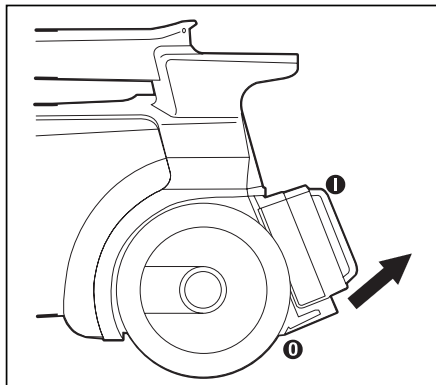

Fig. 13
Étape 1 : Saisissez les attaches inférieures ② du filtre ① (Fig. 13).
Étape 2 : Tirez vers l'extérieur et vers le bas pour libérer (Fig. 13).